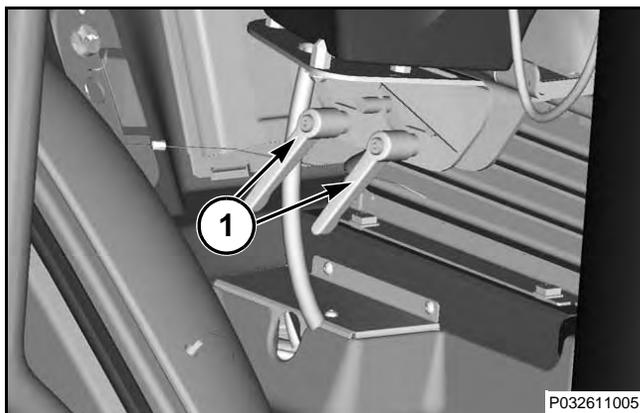

FIG. 213
FIG. 213: Se proporcionan dos palancas (1) para el ajuste del apoyabrazos. Gire las palancas (1) para aflojar. Reposicione el apoyabrazos para que se ajuste a las preferencias del operador y apriete las palancas para trabar en posición.